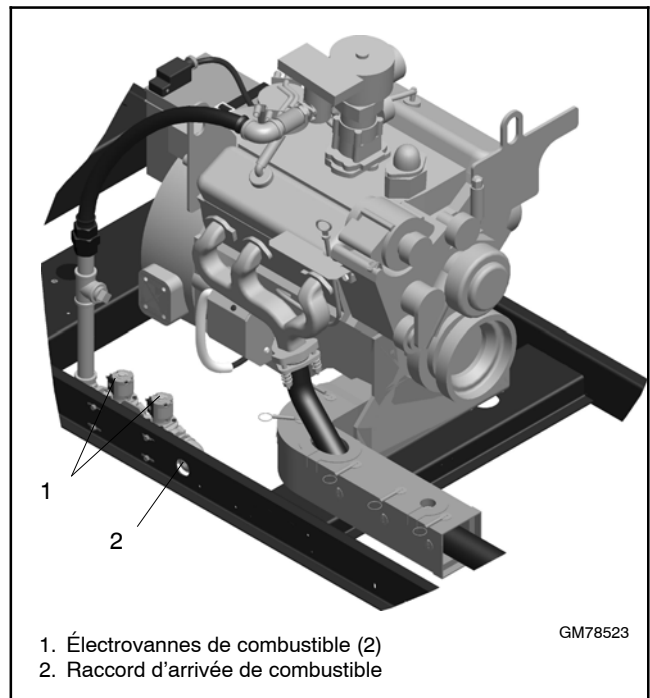

Figure 1-19 Emplacement du raccord d'arrivée de combustible (enceinte du groupe électrogène non représentée)
- b. Utiliser une portion de conduite flexible pour raccorder l'alimentation de gaz au raccord d'arrivée de combustible de 1 po NPT sur le groupe électrogène. Voir l'emplacement du raccord d'arrivée de combustible à la Figure 1-19 ou sur le plan coté en Section 4.
Contrôler le câblage de l'électrovanne de combustible pour vérifier que le système est configuré pour le type de combustible devant être utilisé. Voir l'emplacement de l'électrovanne de combustible à la Figure 1-19.